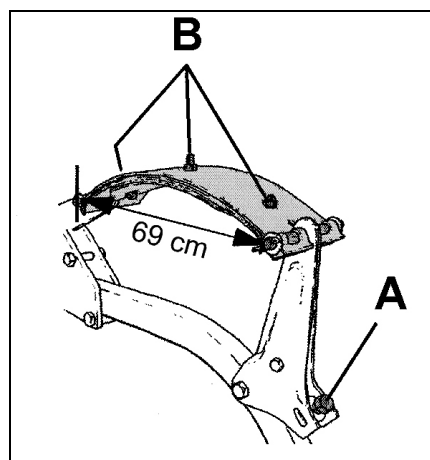

Рисунок 18
Перед началом работы убедитесь, что отрегулировано правильно натяжение пластинчатых пружин. Под напряжением пластинчатые пружины должны выгибаться вверх. Надо строго соблюдать расстояние между болтами (см. рисунок 18).
- С помощью винта натяжения (деталь А, рисунок 18) полностью снимите напряжение с пластинчатых пружин.
- Отпустите центральный болт (деталь В, рисунок 18).
- С помощью подходящего инструмента, например, автомобильного домкрата, приложите снизу давление к пластинчатым пружинам и вращайте винт натяжения (деталь А, рисунок 18), пока расстояние между центрами болтов не станет равным 69 см.